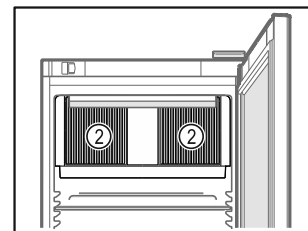

Fig. 41
- ❑ No obstruir la ranura de ventilación Fig. 41 (2) del ventilador de recirculación de aire del interior.